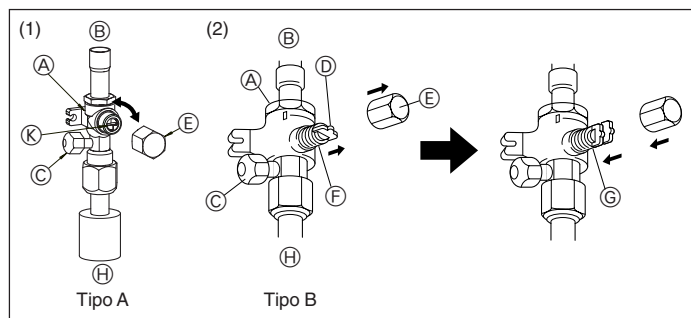

Fig. 4-6
- Tipo A (Fig. 4-6)
- Tipo B (Fig. 4-6)